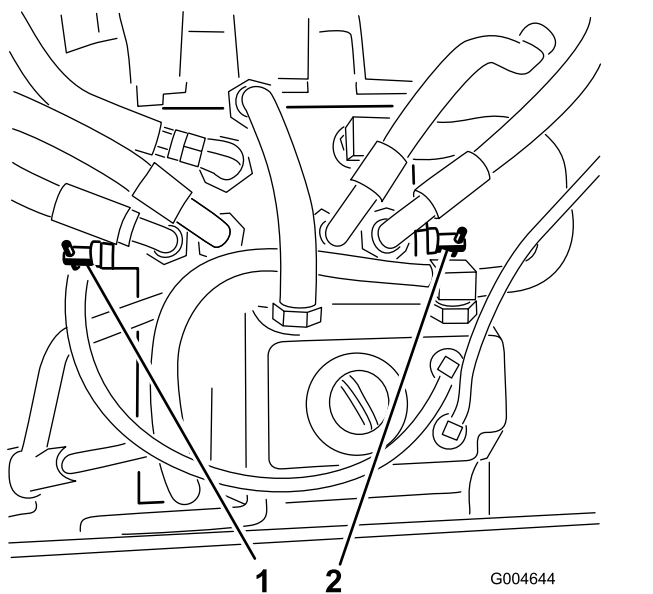

Figura 49
3. Gire las válvulas de desvío una vuelta en el sentido contrario a las agujas del reloj (Figura 49).
Gire cada válvula de desvío una vuelta en el sentido de las agujas del reloj y apriételas a mano (par de apriete de 8 N·m (71 pulgadas-libra) aproximadamente) (Figura 49).